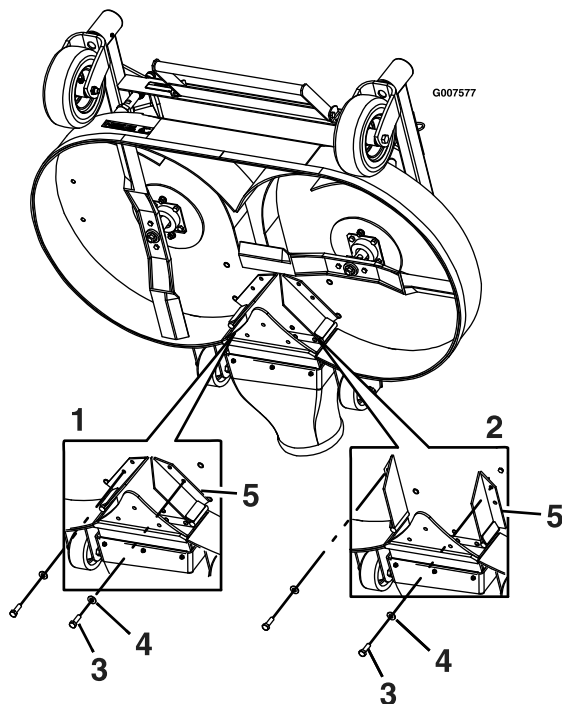

Figura 15
7. Retire o parafuso e a anilha da frente de cada abafador FRS (Figura 15).